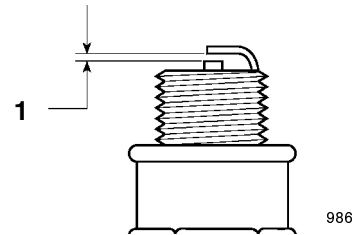

Figure 30
4. Réglez l'écartement des électrodes de la bougie neuve à 0,76 mm (Fig. 30).